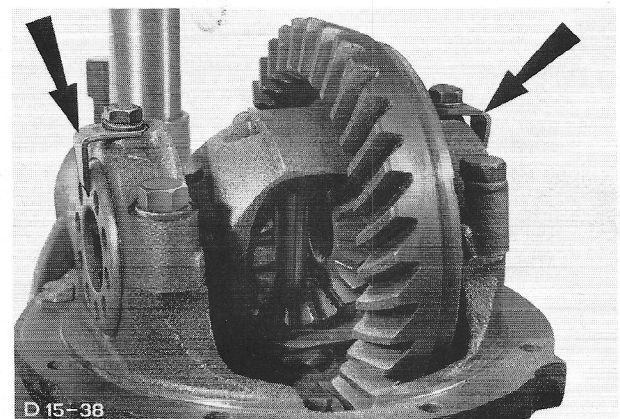

Fig.106 Borg de stelmoeren.
27. Monteer de borgplaatjes voor beide stelmoeren en zet de bouten met het voorgeschreven aantrekkoppel vast (fig.106).